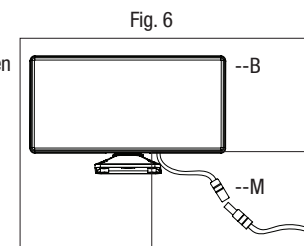

Fig. 6
1. Avant d'installer, vérifiez que la rallonge électrique incluse pour le panneau solaire (M) peut atteindre l'entrée du panneau solaire sur le capuchon (Fig. 6).